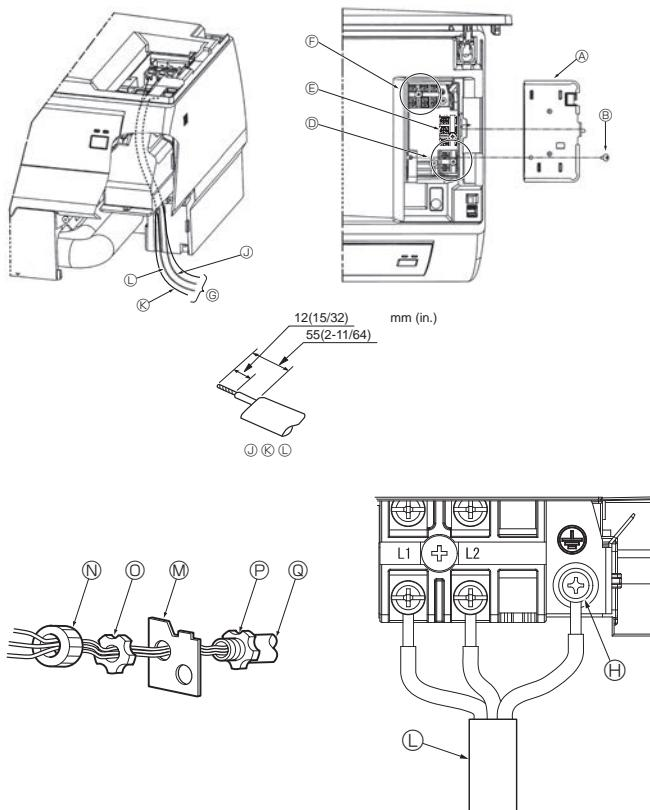

Fig. 6-1
6.1. Trabajo eléctrico (Fig. 6-1)